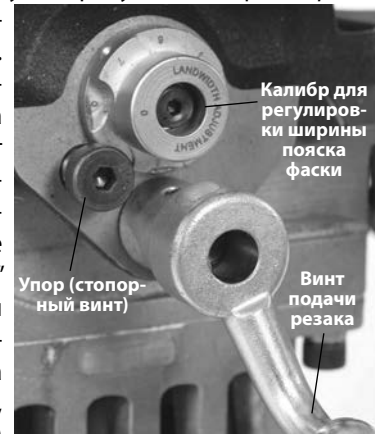

Рис. 12 – Установка калибра для регулировки ширины пояска фаски
8. Постепенно плавно поворачивая по часовой стрелке винт подачи резака (рис. 12); введите режущую головку в заготовку, так чтобы упор касался калибра для регулировки ширины пояса фаски. Не используйте смазочно-охлаждающую эмульсию или охлаждающую жидкость.